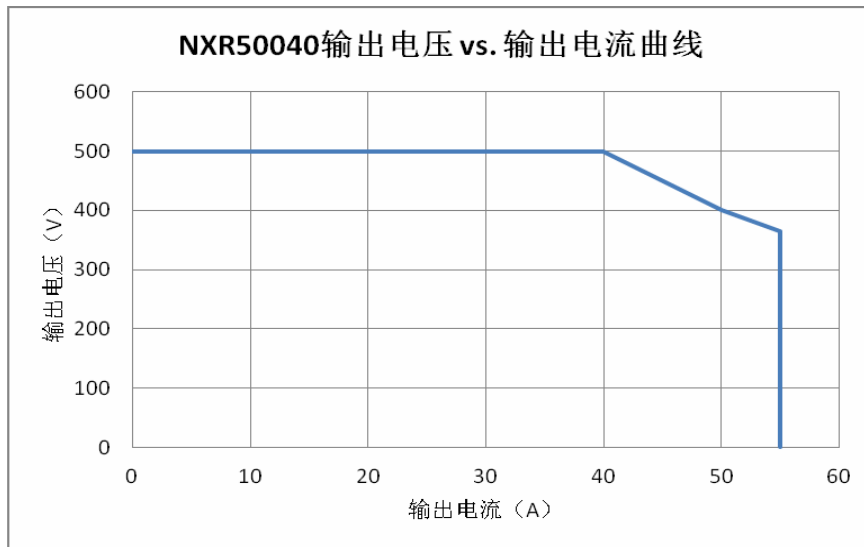

图 1-6 NXR50040 输出电压 vs. 输出电流的关系曲线
5) NXR50040 额定输入电压时，模块允许输出功率为 20kW，模块输出电压与输出电流的关系如图 1-6 所示。